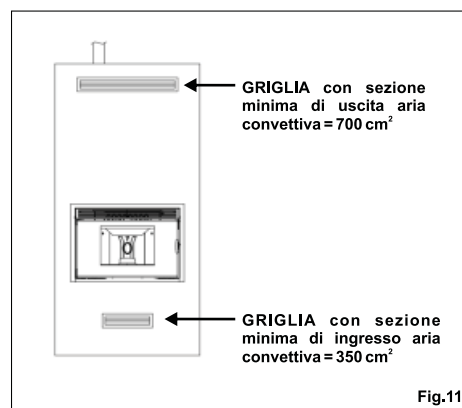

Fig.11
- Inserire due griglie come rappresentato in **fig.11**.
ATTENZIONE: in entrambi i casi, quando il rivestimento frontale viene installato a filo con l'antenna dell'inserto, se non è possibile prevedere il passaggio di aria di 30 mm come indicato nelle figure **12-13**, realizzare due aperture ciascuna con sezione minima di 700 cm² per l'ingresso dell'aria in basso e l'evacuazione del calore in alto. Nel caso di pareti sensibili al calore, queste vanno in aggiunta a quelle indicate in **fig. 11**.